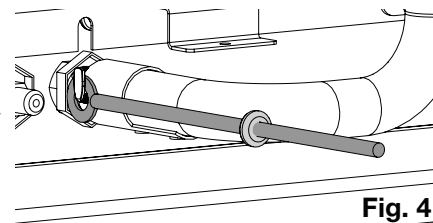

Fig. 4
- ❑ 14. Placez le brûleur à l'intérieur de la chambre de combustion, mais ne le fixez pas. Soulevez le brûleur, puis engagez manuellement la plus grande extrémité de la tige sur le côté gauche de l'obturateur d'air (Fig. 4). Une fois la tige complètement engagée, fixez le brûleur et le plateau des éléments décoratifs. **Assurez-vous que l'orifice est bien engagé.**